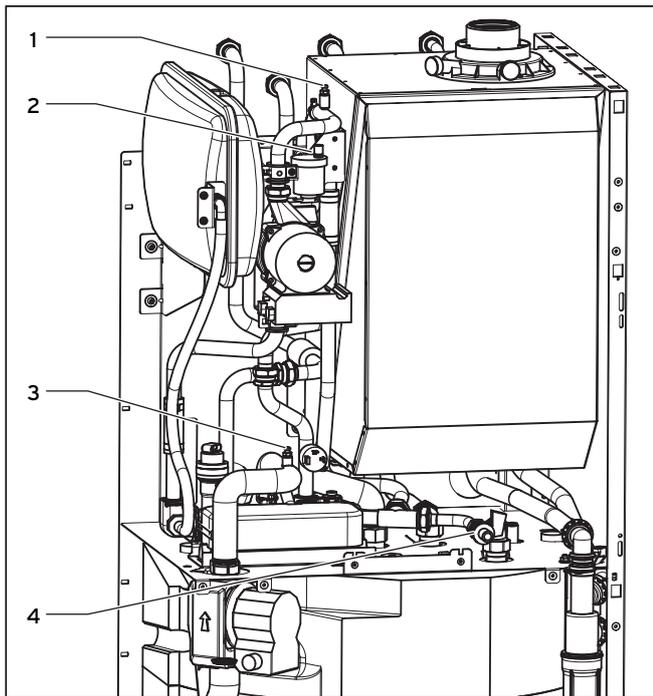

Abb. 8.9 Gerät heizungsseitig entleeren (abgebildet VSC 126-C 140/196-C 150)
- Schließen Sie einen Schlauch an das Füll- und Entleerungsventil (4) am Heizgerät an und führen Sie das freie Ende des Schlauchs an eine geeignete Abflussstelle.
- Schließen Sie einen Schlauch am Speicher-Entleerungshahn (5) an, führen Sie das freie Ende des Schlauchs an eine geeignete Abflussstelle und öffnen Sie den Hahn.
- Öffnen Sie den Entlüftungsnippel (3, Abb. 8.9) am Rohr zwischen Pumpe und Sekundär-Wärmetauscher, damit das Gerät vollständig entleert wird.